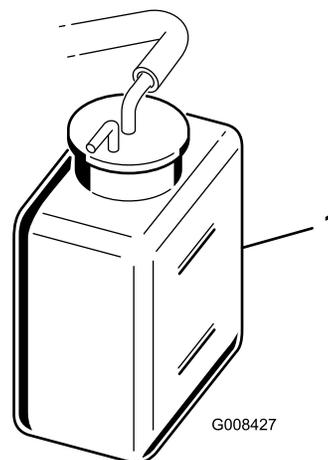

図 30
2. 冷却液の量を点検する (図 30)。エンジンが冷えている状態で、補助タンク側面についている 2 本のマークの間であれば適正である。